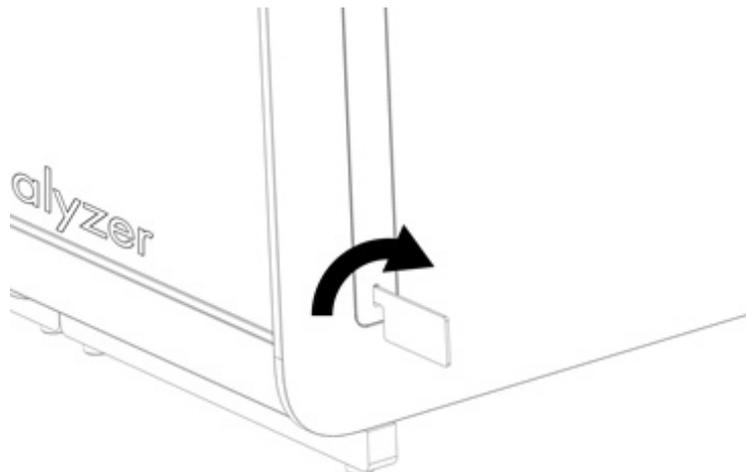

Abbildung 5. Entfernen der Schutzabdeckungen.
2. Entfernen Sie die Schutzabdeckungen mit dem dafür vorgesehenen, im Lieferumfang des QIAstat-Dx Analyzer 1.0 enthaltenen Werkzeug von der Seite des Analysemoduls (Abbildung 5).